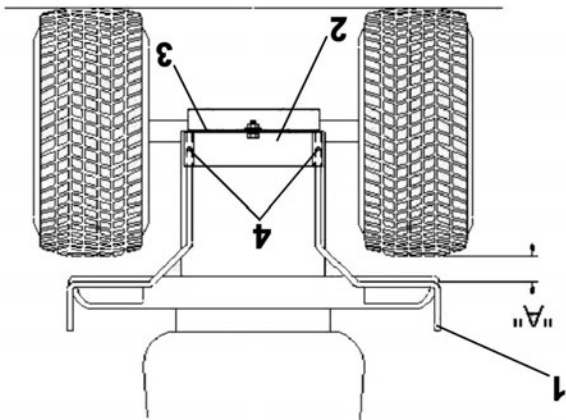

Figure 2
Si les tiges support avant ne sont pas utilisés, enrôler les courroies autour des tubes soudés sur le sous-châssis et attacher les boucles ensemble. Ajuster afin que la boucle (item 4) soit centrée sur le capot après avoir serré toutes les courroies. Une fois l'installation terminée, ajuster la cabine en tirant les tiges de support (fig.2, item 1) vers l'arrière. Serrer toutes les vis et écrous très fermement.
**NOTE:** Si vous avez un ensemble de contrepois Berco sur l'arrière du tracteur, il n'est pas nécessaire d'installer le support de la barre de remorquage (item 2) (sauf si le 700240 est installé). Les tiges de support arrière (item 1) seront insérées dans le tubes soudés sur les supports gauche et droite de l'ensemble de contrepois.
Insérer les tiges de support arrière (fig.2, item 1), la partie la plus longue dans le support de la barre de remorquage (item 2).
Ajuster la section horizontale du support de tiges arrière (fig.2, item 1). Afin que la tige soit 1/8" sous le garde-boue et 1" à l'extérieur du garde-boue